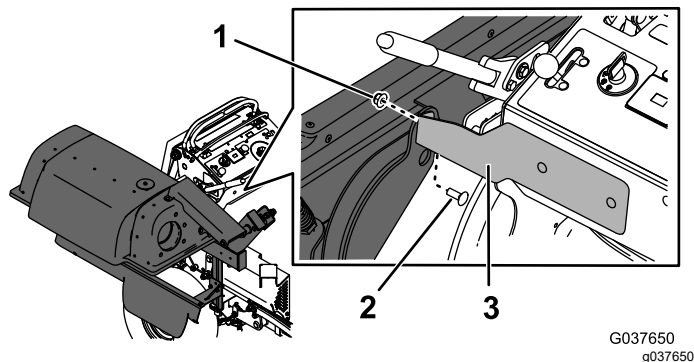

Figura 16
4. Sujete el bastidor del ensacador al soporte de montaje delantero con un perno de cuello cuadrado ($\frac{3}{8}$ " \times 1") y una tuerca ($\frac{3}{8}$ "), según se muestra en Figura 16.